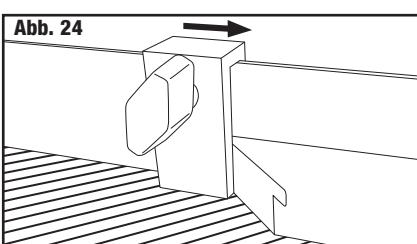

Abb. 24
5. Ziehen Sie den Stopp am Rand der Leiste an der gewünschten Stelle fest. (Abb. 24)